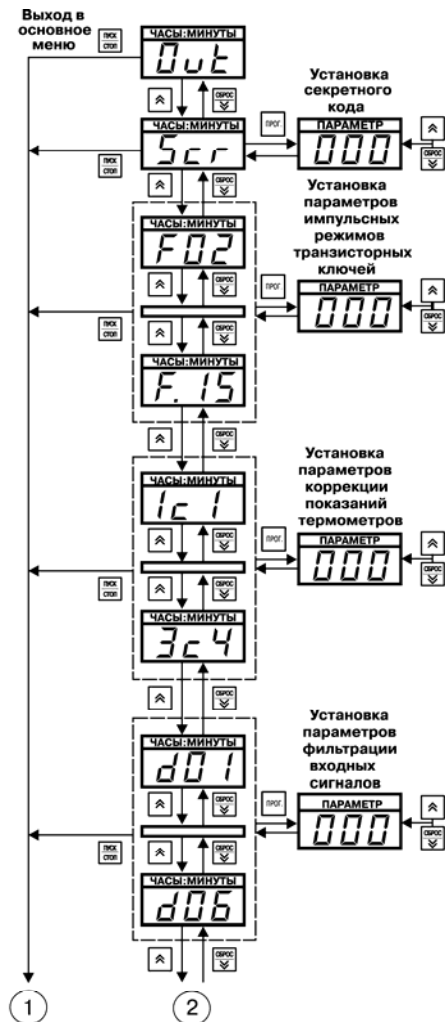

Рис. 4.3. Схема, поясняющая программирование на уровне L2
4.2.3.1. На рис. 4.3 изображена схема, поясняющая программирование на уровне L2.
Справа по вертикали на рис. 4.3 расположены изображения индикатора «ПАРАМЕТР», на который выводятся значения программируемых параметров. Здесь же изображен сдвоенный индикатор: на верхнем индикаторе «ЧАСЫ:МИНУТЫ» высвечивается имя кода доступа в уровень программирования – «Cod», на нижнем индикаторе «ПАРАМЕТР» – значение кода доступа – например, «000».
нажимать кнопку . Происходит переход к первому, общему для всего прибора параметру $o01$ (см. середину рис. 4.3), при этом имя параметра « $o01$ » мигает на индикаторе «ЧАСЫ:МИНУТЫ», значение параметра отображается на индикаторе «ПАРАМЕТР».
Для записи измененного значения надо нажать кнопку , новое значение запишется в память и произойдет переход к следующему параметру (на рис. 4.3 показано стрелками вниз).
Для просмотра значений параметров надо использовать кнопку , если надо перемещаться вниз по списку параметров и кнопку  , - если надо перемещаться вверх по списку параметров (см. рис. 4.3), при этом на мигающем индикаторе «ЧАСЫ:МИНУТЫ» отображается имя параметра, а на индикаторе «ПАРАМЕТР» - его значение. Таким образом можно просмотреть значения всех параметров, не входя в режим изменения значения параметра.
Продолжение рис. 4.3